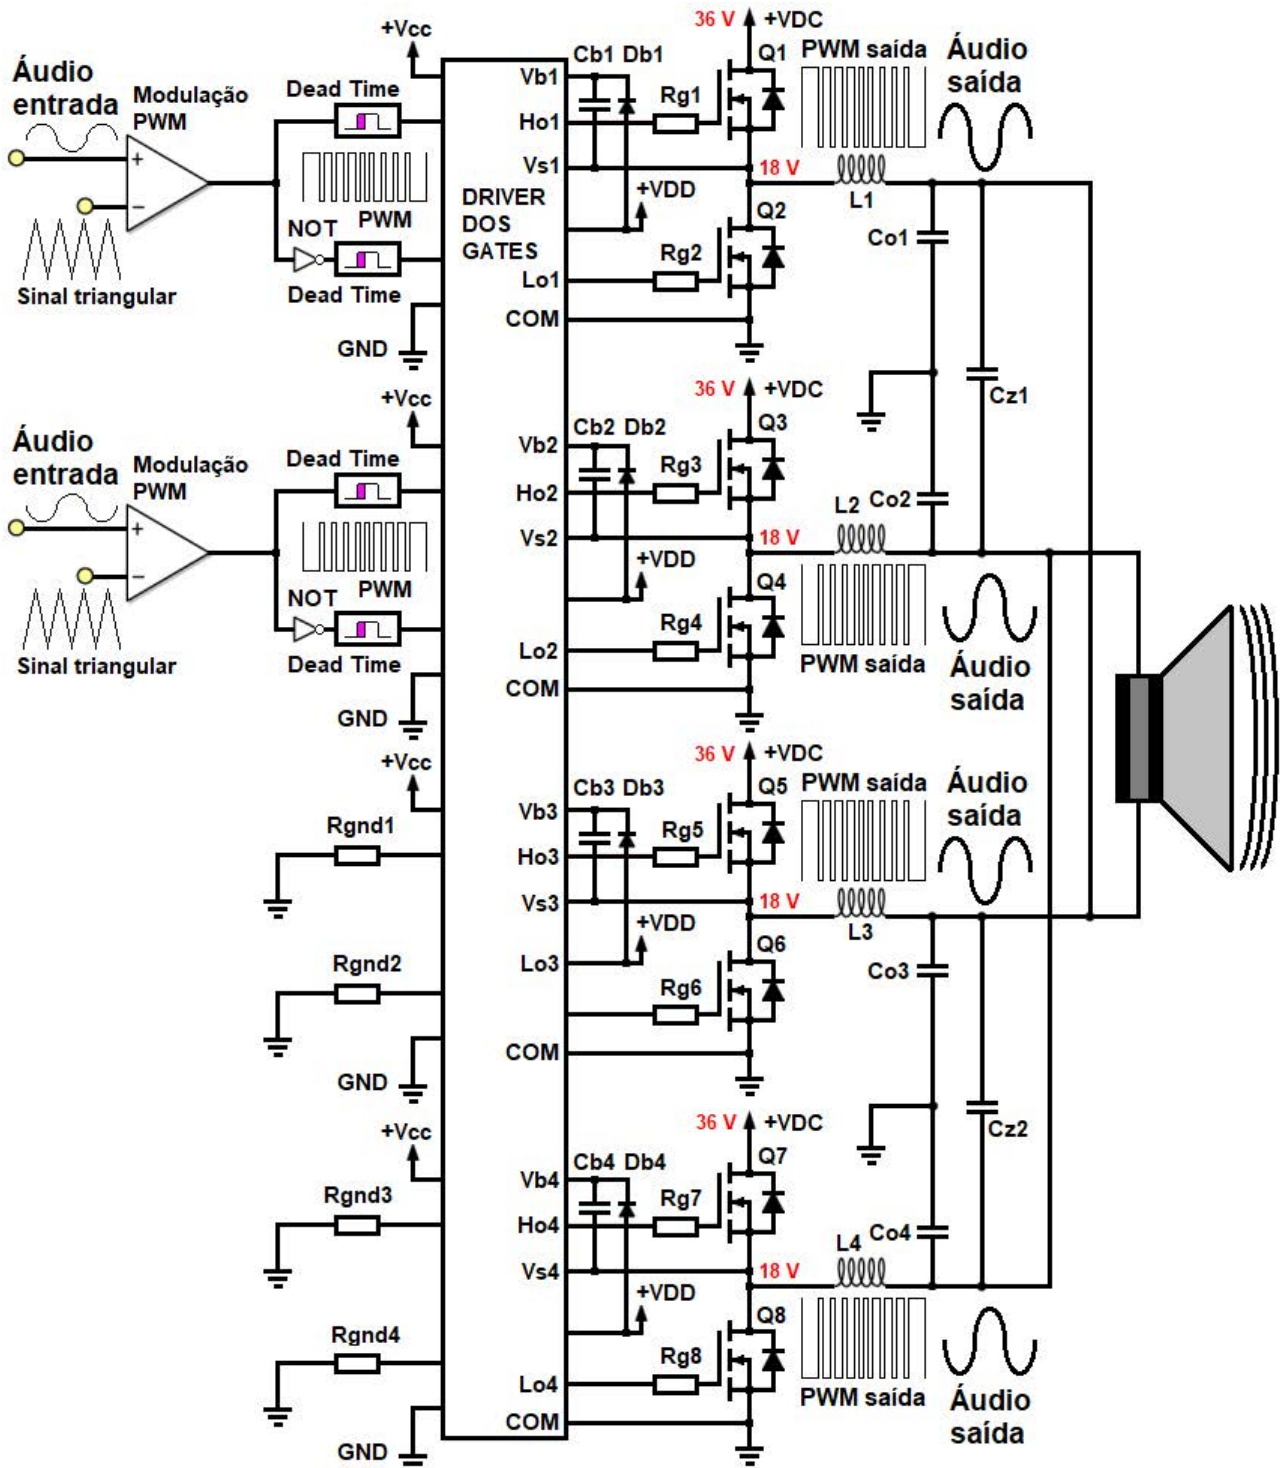

Figura 9
**“Parallel Bridge Tied Load” (PBTL)** – Também chamada de ponte completa em paralelo e como o próprio nome sugere, as saídas de dois pares são ligadas em paralelo com a saída dos outros dois pares num único alto falante. Assim teremos 8 transistores MOSFETS compondo este circuito. (figura 9)